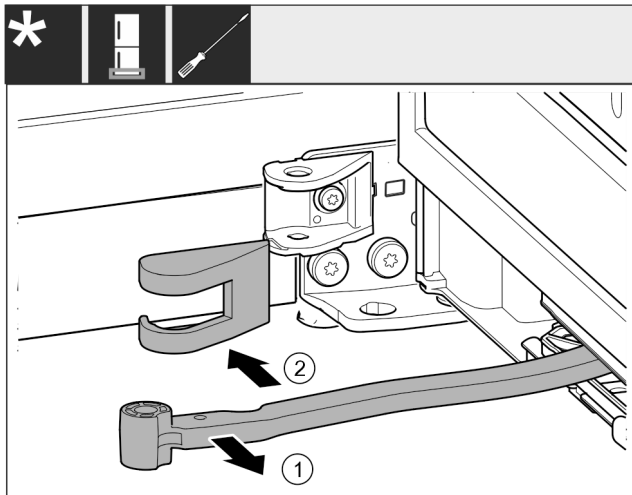

Fig. 16
- ▶ Forgassa az ajtó irányába a csuklót Fig. 16 (1).
- ▶ Távolítsa el a csapágybak fedelét Fig. 16 (2).